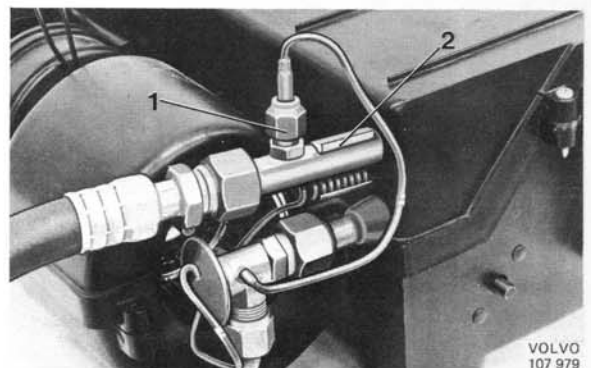

Abb. 29 Ausbau des thermischen Expansionsventils, früh. Ausf.
8. Verschraubung (1, Abb. 29) des Druckausgleichsrohres vom Auslaufstutzen des Verdampfers lösen und die Klammer (2) aufbiegen, die das Kapillarrohr am Auslaufstutzen festhält.